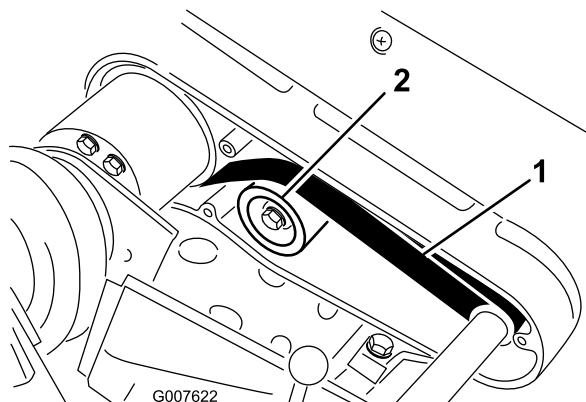

図 38
2. プーリ間の中央部で図 38、22-26 N2.3-2.7 kg 程
りを出す図 38。